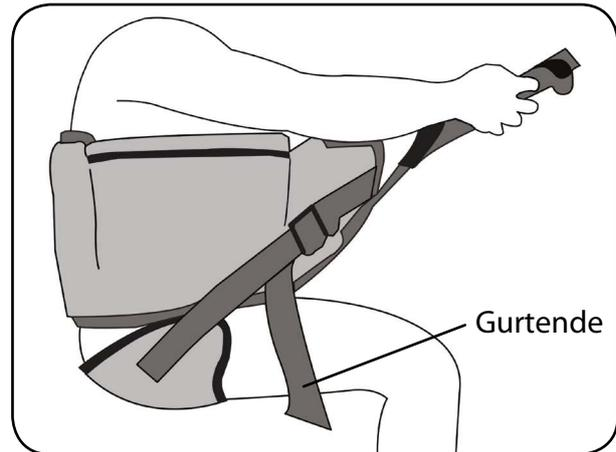

Abb. 8.2.07 – Sitzschaukel unter dem Gesäß des Patienten
16. Zum Positionieren der Sitzschaukel (nur beim aks-Aufrichtgurt mit Brustschlaufe für torneo® II und torneo® compact), neigen Sie den Oberkörper des Patient nach vorne. Stützen Sie dabei den Patienten ab, um das Risiko eines Sturzes zu verringern. Lösen Sie die Sitzschaukel vom Klettband und ziehen Sie diese mit Hilfe des Patienten möglichst, eine Hand breit, unter das Gesäß des Patienten. Ziehen Sie die Sitzschaukel mit den Gurtenden gleichmäßig stramm (Abb. 8.2.07).